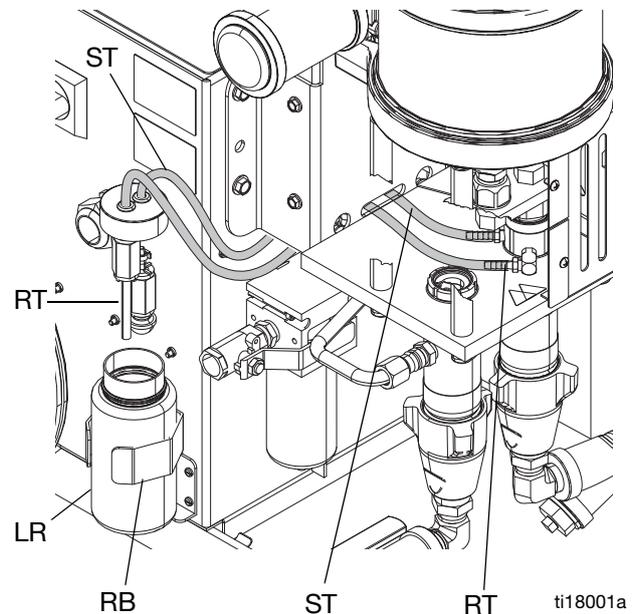

FIG. 15. Système de lubrification de la pompe
2. Retirer le réservoir de lubrifiant (LR) hors de son support (RB) et éloigner le conteneur du capuchon. En gardant le capuchon au-dessus d'un récipient adéquat, retirer le clapet anti-retour et laisser le lubrifiant s'écouler. Raccorder le clapet anti-retour sur le flexible d'entrée (ST). Voir la FIG. 15.